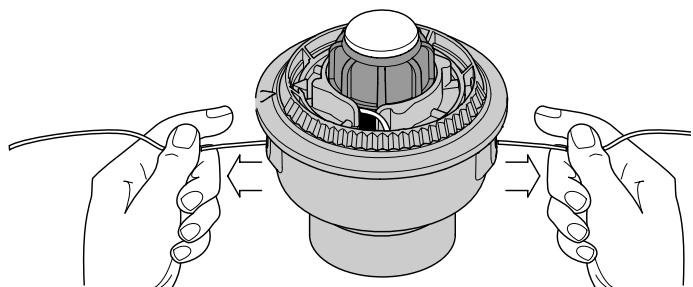

Fig. 17
9. Si le rembobinage du fil devient difficile ou si le fil se coince, tirez-en les extrémités de la bobine. Continuez de rembobiner le moulinet intérieur vers la gauche (Fig. 17).
Si le SpeedSpoolMD ne déroule pas le fil correctement, tirez fermement les extrémités du fil loin de la bobine (Fig. 17). Si cela ne suffit pas, suivez les instructions de *Nettoyage du SpeedSpoolMD* ci-dessous.